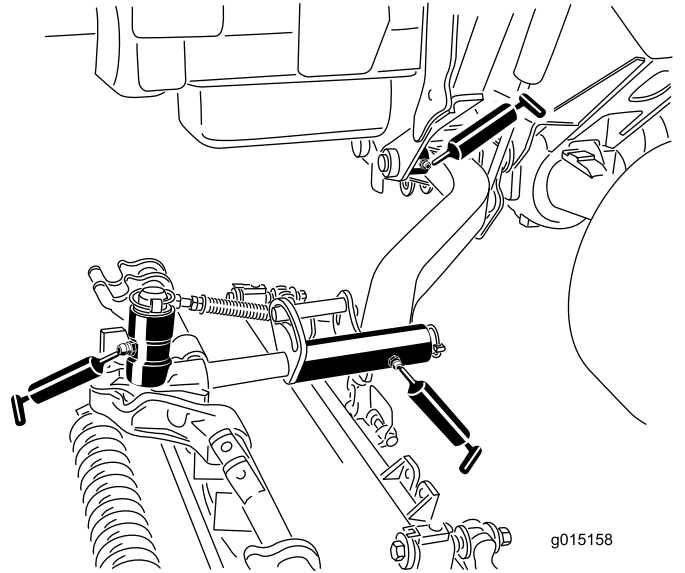

Figura 50
- Casquillos de pivote de los brazos de elevación (1 por unidad de corte) (Figura 50)
- Bastidor de tiro de la unidad de corte (2 por unidad de corte) (Figura 50)
- Pivotes de los brazos de elevación de las unidades de corte (1 por unidad de corte) (Figura 50).